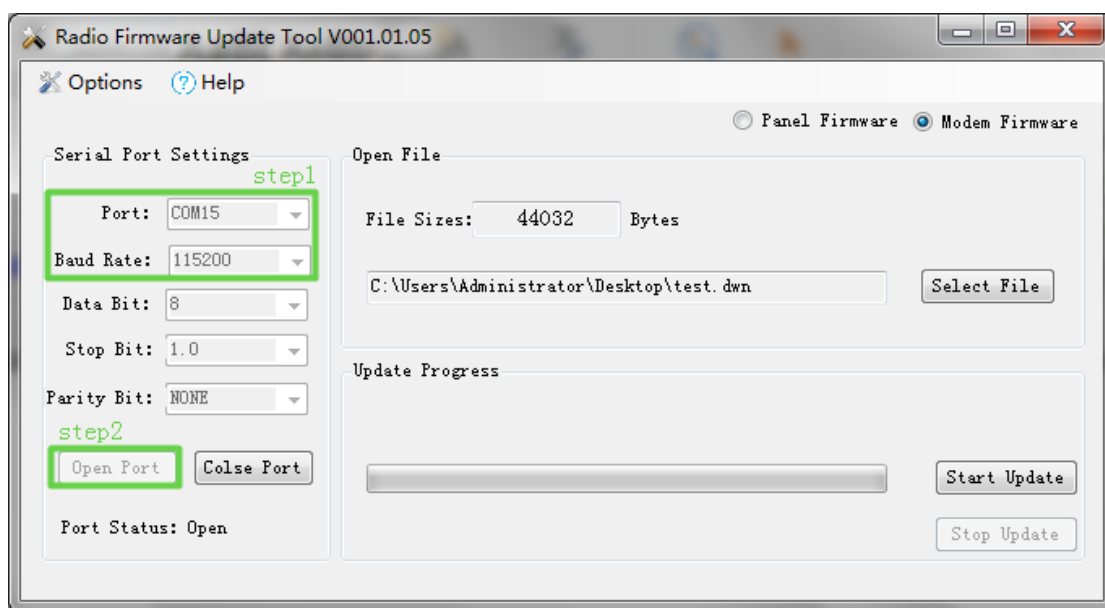

图 19 内置电台固件升级软件连接
3. 打开电脑上的内置电台的升级工具，选择好对应的串口，如图 19。